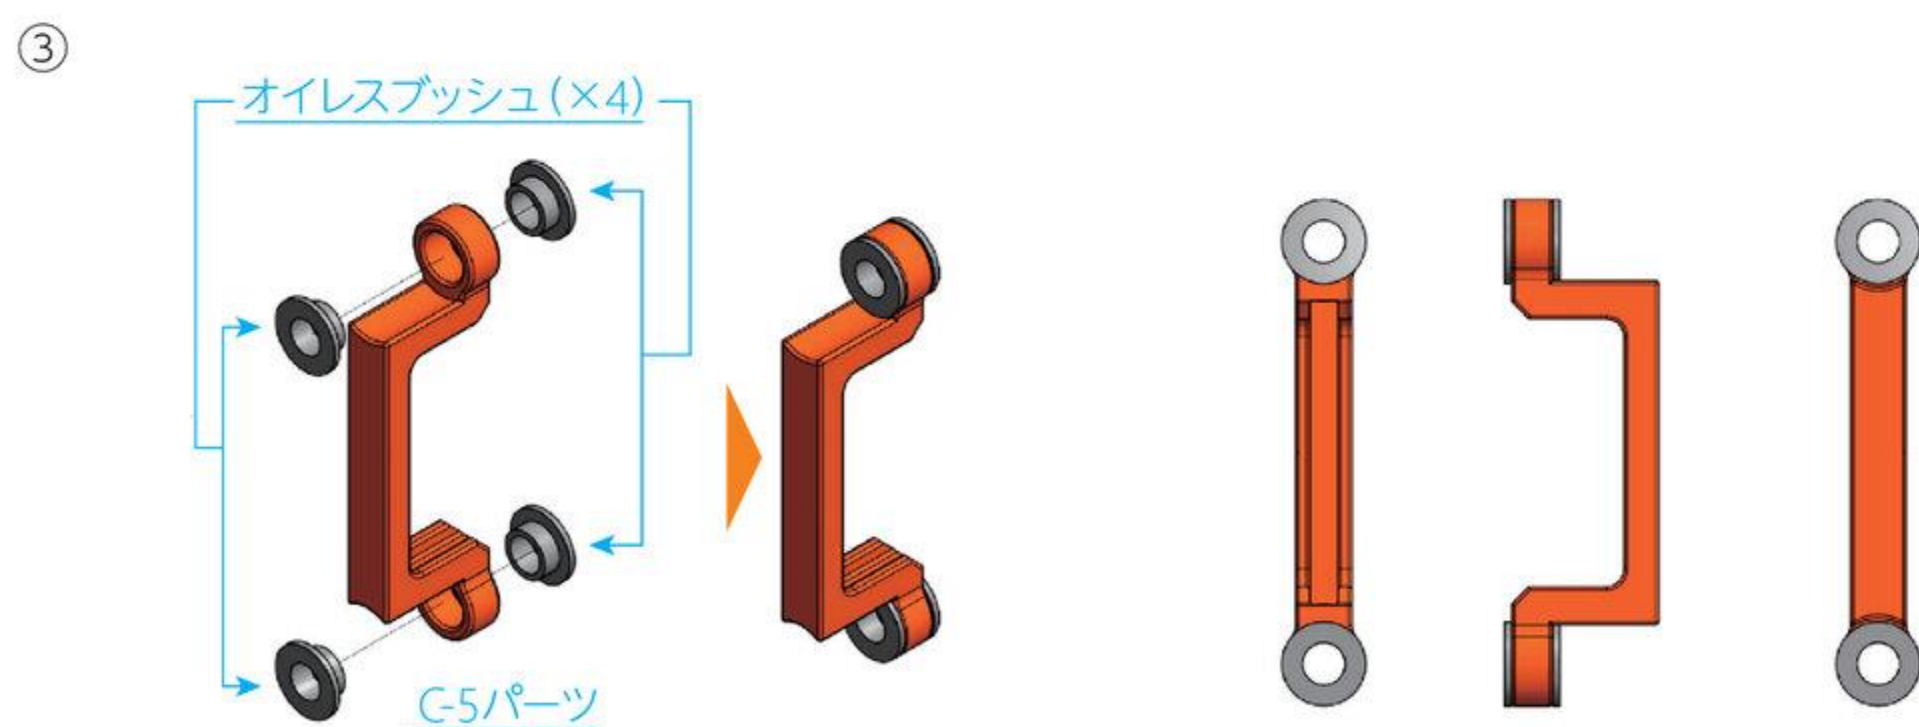

図2-9 その他部位の組み立て⑥
- ① C-1パーツに8mm丸スペーサーを、M3L6ネジを使用して組み付けます。さらにC-1パーツの丸穴の両側からオイレスブッシュ (×2) を取り付けます。
- ② C-1パーツと同じようにC-2パーツにも8mm丸スペーサーとオイレスブッシュ (×2) を取り付けます。
- ③ C-5パーツ (×2) に図2-9のようにオイレスブッシュを取り付けます。